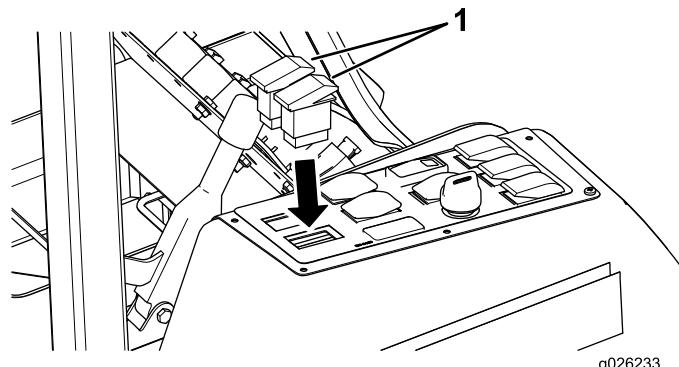

Figure 6
2. Branchez les interrupteurs aux connecteurs électriques du panneau de commande et insérez les interrupteurs dans le panneau (Figure 6).